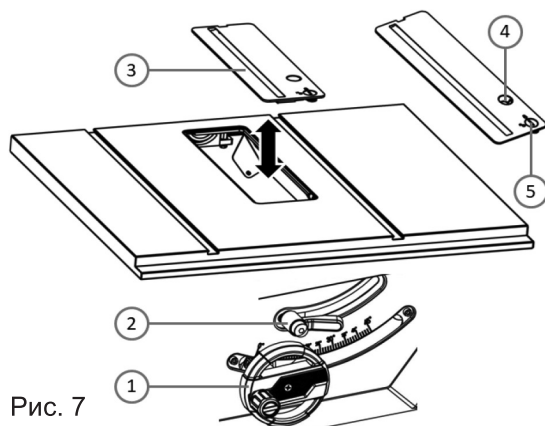

Рис. 7
- Снятие вставки 3 (рис. 7): поверните фиксатор (5) по часовой стрелке, чтобы разблокировать вставку. Вставьте указательный палец в отверстие (4) во вставке и вытяните вставку в направлении передней части пилы.
- Установка вставки на место: опустите вставку вниз и поверните фиксатор (5) против часовой стрелки.